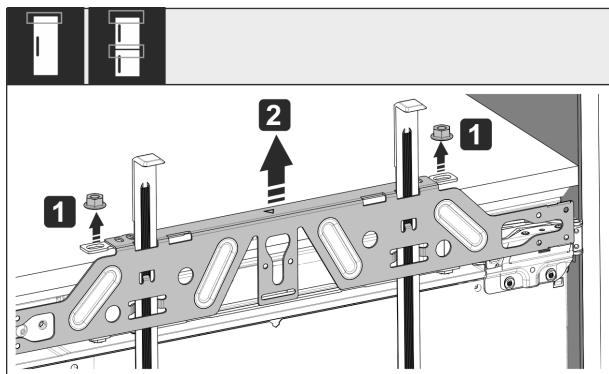

Fig. 58
- ▶ Oldja ki az ellenanyákat Fig. 58 (1).
- ▶ Vegye le a rögzítő kereszt-tartót Fig. 58 (2).